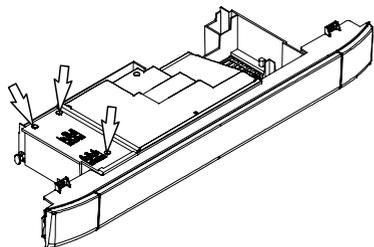

Figura 5.16
- Svitare le viti e rimuovere il coperchio copri morsettiere Figura 5.16.